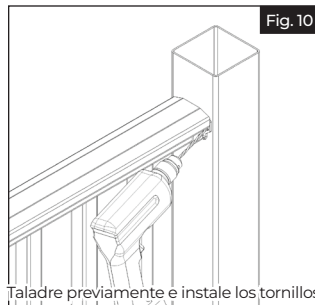
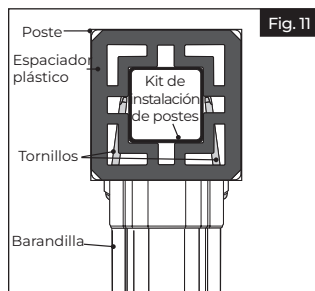

Fig. 10
Fig. 11
- a. Centre la barandilla en el poste. Luego, usando una broca de $\frac{5}{32}$ ", taladre previamente el primer orificio atravesando el soporte de la barandilla superior, la cubierta del poste de vinilo y el poste de madera (o el espaciador plástico del kit de instalación de postes). Instale los tornillos de rosca de cabeza cuadrada de 2" n.º 10 (Fig 10).
- b. Mirando desde abajo hacia arriba, verifique que los tornillos penetren el poste de madera (o el espaciador plástico del kit de instalación del poste) (Fig 11).
Centre el soporte en el poste. Usando los orificios en el soporte como guía, taladre previamente uno de los orificios con una broca de $\frac{5}{32}$ " (Fig 10). Atornille uno de los tornillos autorroscantes de cabeza cuadrada de 2" n.º 10 en el soporte (Fig 11). Taladre previamente el orificio restante y atornille el tornillo de 2" en el orificio restante teniendo cuidado de no ajustar demasiado. Repita esto en la parte superior e inferior de la escalera.